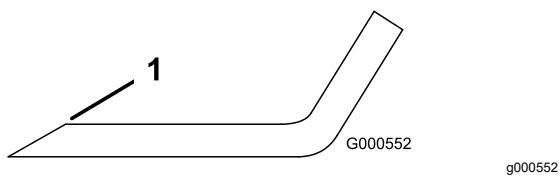

Figura 79
1. Utilize uma lima para afiar aresta de corte em ambas as extremidades da lâmina (Figura 79).
Nota: Se lâmina não estiver equilibrada, lime algum metal da extremidade da aba apenas (Figura 79).